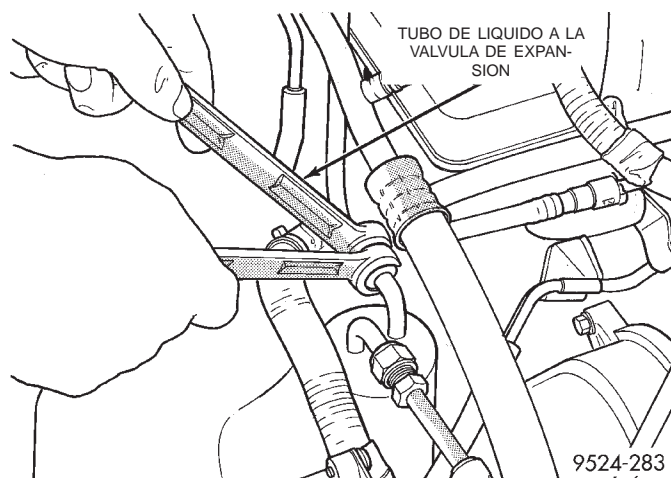

Fig. 53 Tubo de líquido de la válvula de expansión
(3) Retire la tubería de líquido que está en el filtro/secador de la válvula de expansión (Fig. 53).